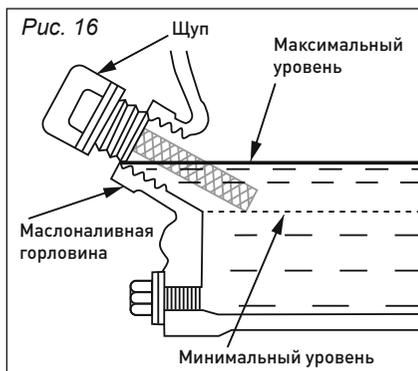

Рис. 16
4. Проконтролируйте уровень моторного масла, при максимальном уровне, моторное масло доходит до края резьбы маслозаливной горловины (рис. 16).